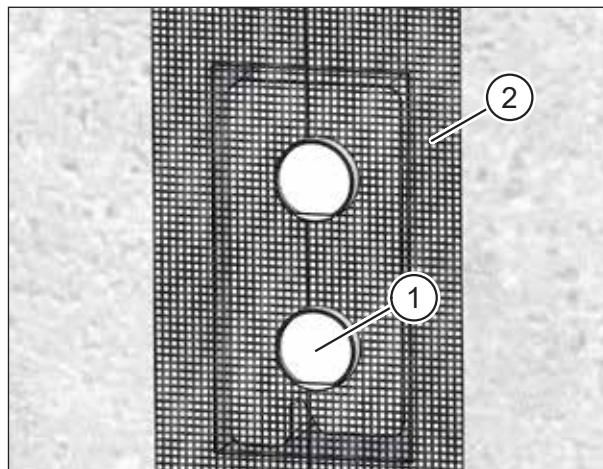
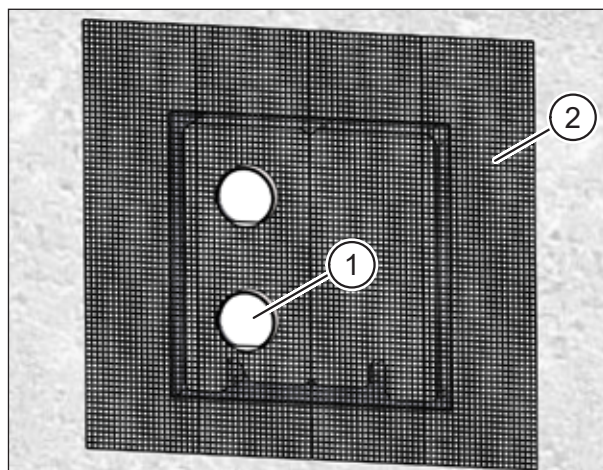

Abb. 31: Montageset **ohne** Füllstück einputzen
Abb. 32: Montageset **mit** Füllstück einputzen
- ▶ Setzen Sie die Putzschutzhülsen (Pos. 1 in Abb. 31 und Abb. 32) ein. Sie sollen soweit über die Massivwand herausragen, dass sie mit dem späteren Putzauftrag bündig abschließen. Die Putzschutzhülsen bilden die Beiputzfläche für den Außenputz.
- ▶ Bringen Sie das Putzgewebe (Pos. 2 in Abb. 31 und Abb. 32) außen auf den Mauerkasten, auf das Mauerwerk bzw. auf die Fassadendämmung an.